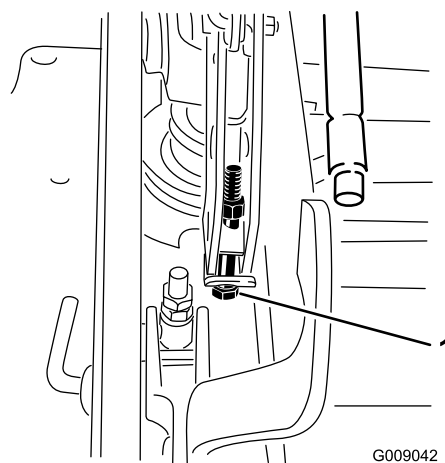

Figura 88
13. Se il piatto è troppo basso, serrate il bullone di regolazione da un punto unico ruotandolo in senso orario. Se il piatto è troppo alto, allentate il bullone di regolazione da un punto unico ruotandolo in senso antiorario (Figura 88).